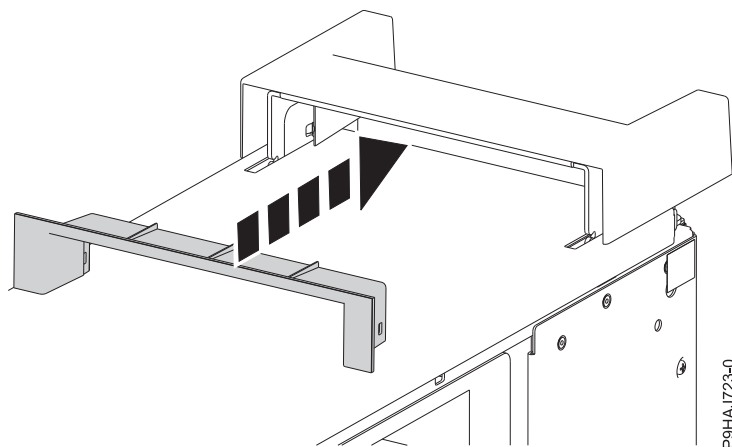

Figura 29. Inserció de la peça de plàstic a la tapa de nansa
5. Inserir la peça de plàstic de la tapa de nansa empenyent-la amb força a la tapa de nansa, tal com es mostra a la Figura 29.